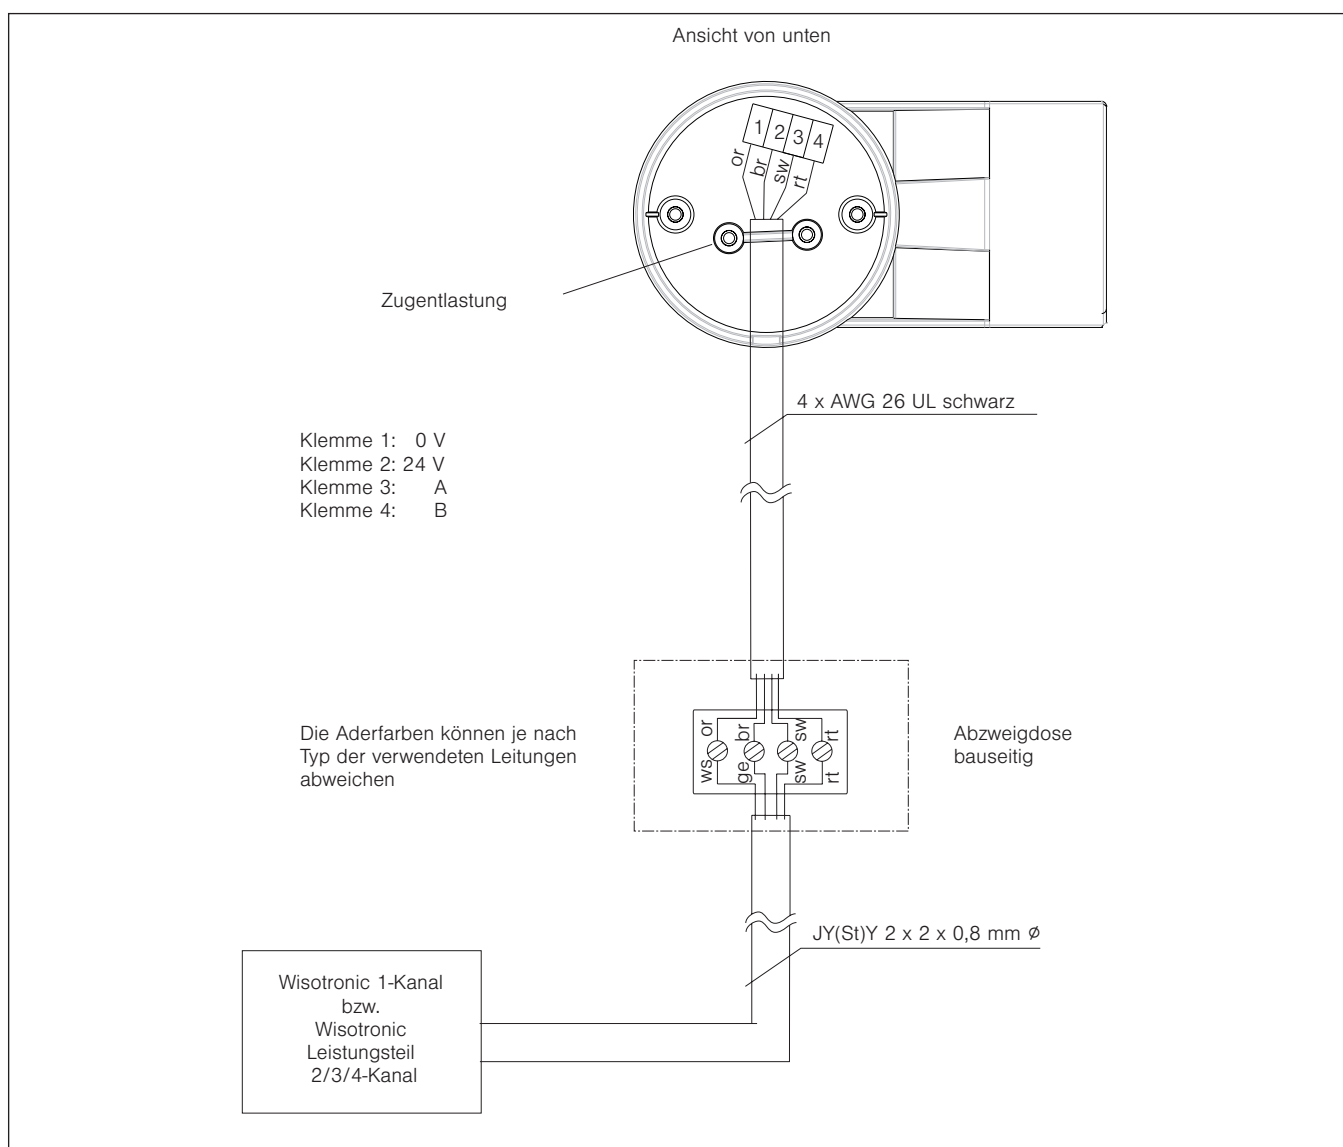

Abb. 4 Anschlussplan Wetterstation multisense
- Schließen Sie die Wetterstation gemäß Anschlussplan Abb. 4 auf Seite 4 an die Wisotronic an.